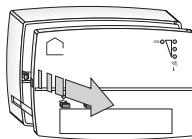

Fig. 2
- Estrarre il frontale dalla base (la resistenza all'estrazione è dovuta ai PIN di accoppiamento ai morsetti) fig. 2